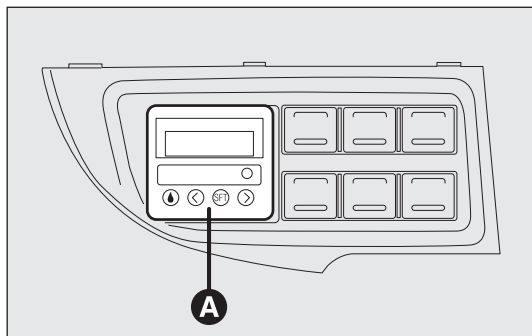

fig. 61
- un timer digitale A-fig. 61 per l'accensione manuale del riscaldatore o per la programmazione dell'ora di accensione.